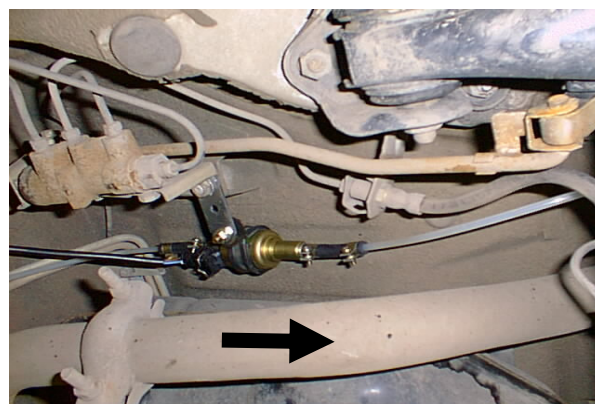

Рис.9
- закрепить пластину на свободной шпильке (1/10) М6 (шпилька крепления кронштейна регулятора задних тормозных сил.) См. **рис.9,10**